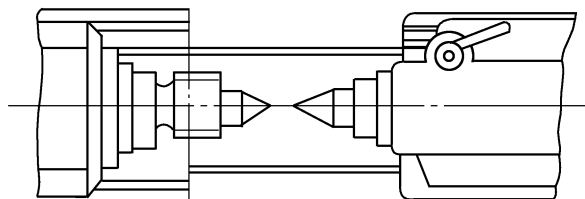
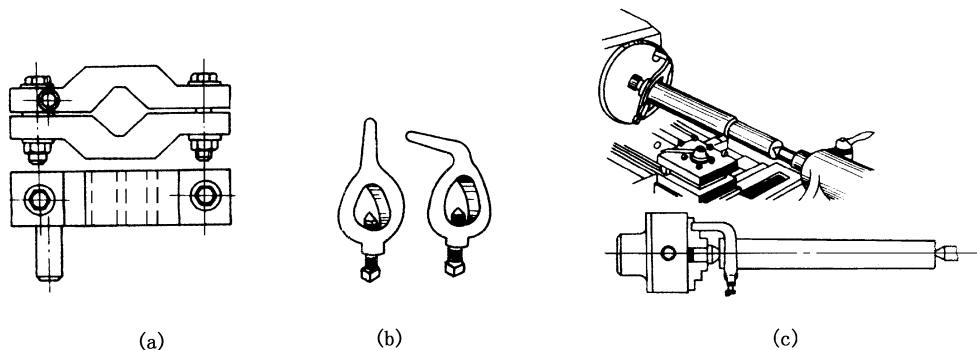

图 3-37 尾座与主轴对准中心
图 3-38 用鸡心夹头装夹工作
(1) 后顶尖的装夹和对准中心,即要求先擦净顶尖锥柄和尾座锥孔,然后用轴向力把顶尖装紧,接着向车头方向移动尾座,对准前顶尖中心,如图3-37所示。
(2) 根据工件长度,调整尾座距离,并紧固。
(3) 用对分夹头(图3-38(a))或鸡心夹头(图3-38(b))夹紧工件一端,拨杆
伸向端外 (图 3-38 (c)), 因两顶尖对工件只起定心和支撑作用, 必须通过对分夹头或鸡心夹头来带动工件旋转。